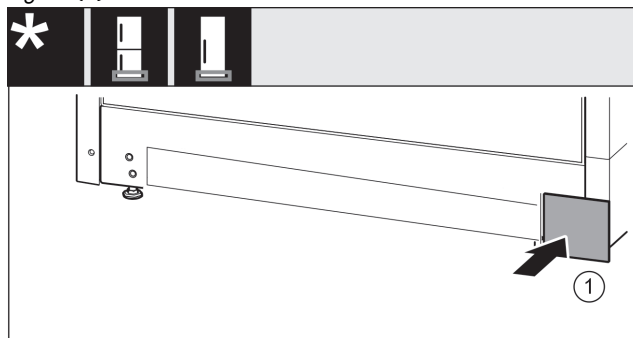

Fig. 18
- ▶ Ostonę założyć ponownie z drugiej strony. Fig. 18 (1)